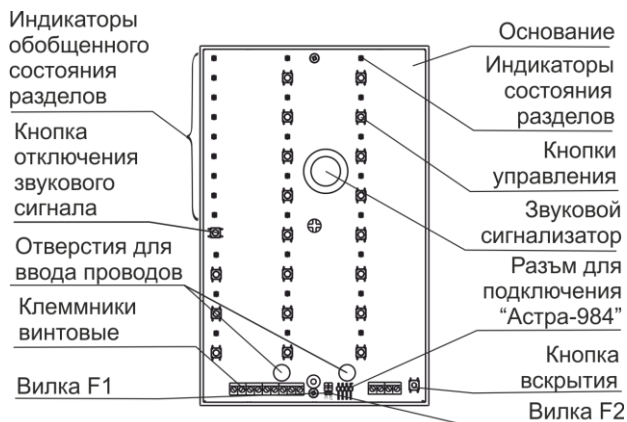

Рисунок 2
4.1 Конструктивно БИ выполнен в виде блока, состоящего из основания и съемной крышки. Внутри блока смонтирована печатная плата с радиоэлементами (рисунок 2).
3 Через отверстия для ввода проводов (см. рис.2) на основании и плате завести провода для подключения питания (основного и резервного), интерфейса RS-485, ТМ, линии расширения